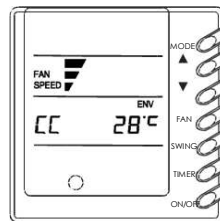

Fig.10
- La centralina è collegata (Fig.10)
- While a centralized controller is connected (Fig.10)
2. Premere **MODE+▲** per 5 secondi nello stato **OFF** per entrare nel menu address (Fig.10), quindi l'attuale codice di indirizzo sarà flickeringly visualizzati nella posizione **TIMER** (il codice di default è 0), e **"DEBUG"** sarà anche visualizzato flickeringly allo stesso tempo. Premere **▲ + ▼** per modificare il codice indirizzo con il range da 1~2999. Premere **ON/OFF** a conferma, poi il codice indirizzo lampeggia, indica che il codice è stato inserito correttamente; se **"DEBUG"** ferma il lampeggio significa che il codice è stato inserito correttamente.
2. Press **MODE+▲** for 5 seconds in the **OFF** status to enter the address-writing menu (Fig.10), then the present address code will flickeringly display at the **TIMER** location (the default code is 0), and **"DEBUG"** will also flickeringly display at the same time. Press **▲ + ▼** to choose the address code with the range of 1~2999. Press **ON/OFF** to confirm, then if the address code stop flickering, it means the code of the wired controller is successfully written; if **"DEBUG"** stop flickering that means the code of the main board is successfully written.